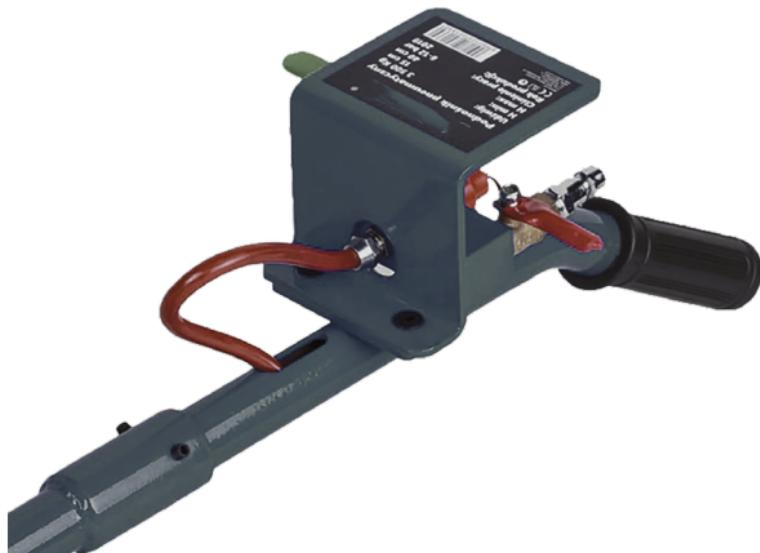

Рисунок 2 – Подключение пневматики и управление
2. Подсоединить линию со сжатым воздухом к воздушному штуцеру (поз. 1 рис. 2) и открыть клапан подачи воздуха (поз. 2, рис. 2).
1. Заполните подушки домкрата сжатым воздухом, открыв клапан (поз. 2 рис. 2), чтобы слегка приподнять домкрат и снять автомобиль со страховочных стоек